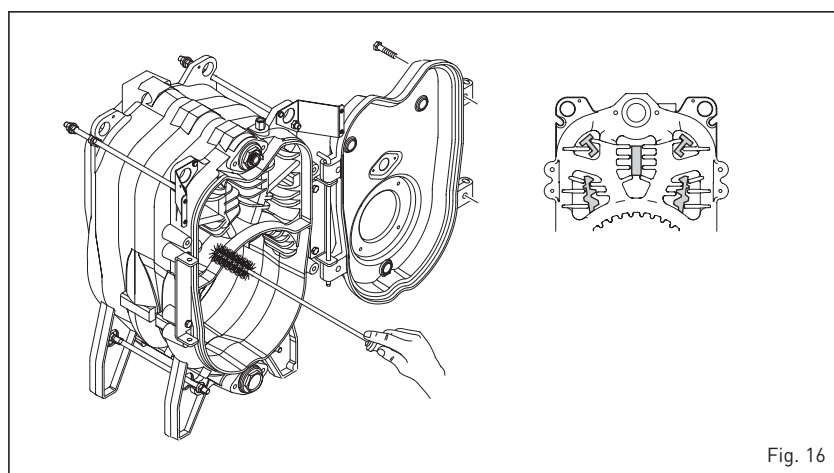

Fig. 16
ya realizado ubique los tubulares en la posición inicial (fig. 16).
4.7.1 Limpieza pasajes humo (fig. 16)